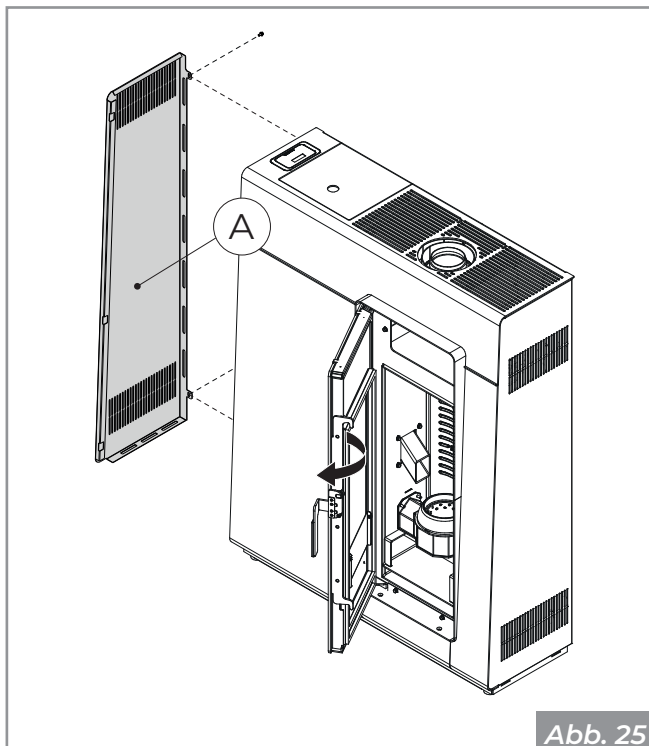

Abb. 25
- Öffnen Sie die Tür und wirken Sie auf die Schrauben, um die linke Seite zu entfernen (**A - Abb. 25**).